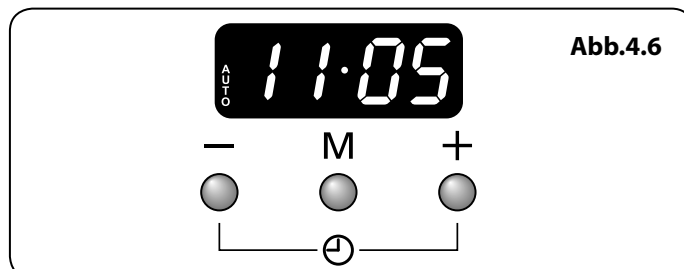

Abb.4.6
3. Wenn die „Stoppzeit“ erreicht ist, ertönt ein Alarm und der Ofen schaltet sich ab. Das Wort „AUTO“ blinkt in der Anzeige (**Abb.4.6**).